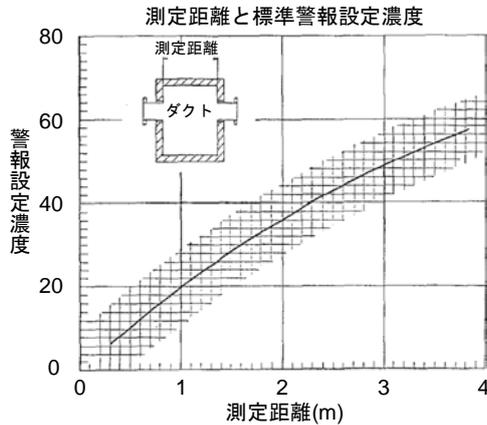

図10 警報設定
- (3) ダストの含有率が同じ排ガスであっても、ノン・サンプリング光透過方式では、ダクトの測定内径(測定距離)が異なるとオパシティ指示値が異なります。したがって、警報設定値もこれに応じて変更する必要があります。標準設置値(測定距離1mで設定値を20%とした場合)と同等な測定値の関係を図10に示してありますので参考にしてください。